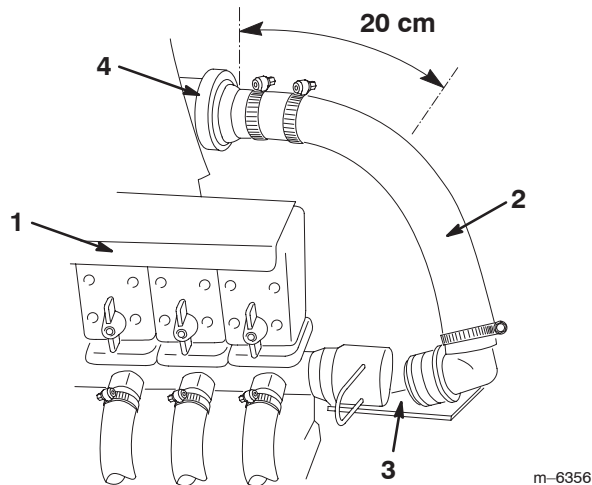

Figure 8
1. Retirez le dispositif qui maintient l'extrémité du flexible d'alimentation de la rampe branchée au raccord en T monté à droite des soupapes d'alimentation, et débranchez-le (Fig. 8).
2. Avec une scie à métaux, coupez le flexible d'alimentation 20 cm à droite du débitmètre (le cas échéant) ou à 114 cm de distance du raccord en T d'alimentation (situé juste derrière les soupapes de la rampe) (Fig. 8). Retirez le collier au bout libre du flexible et mettez au rebut le flexible et le raccord.